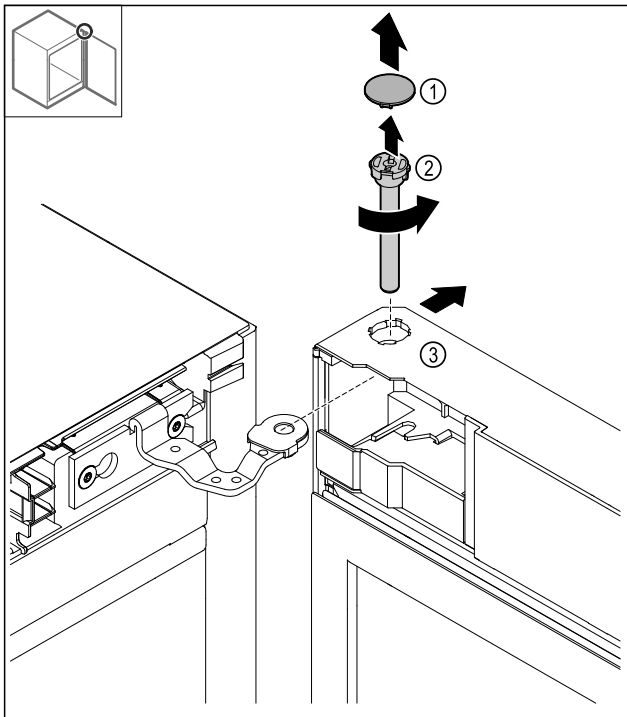

Fig. 14
- Odstranite pokrov Fig. 14 (1).
- Sornik Fig. 14 (2) odvijte v nasprotni smeri urinega kazalca in ga odstranite.
- Rahlo nagnite vrata Fig. 14 (3).